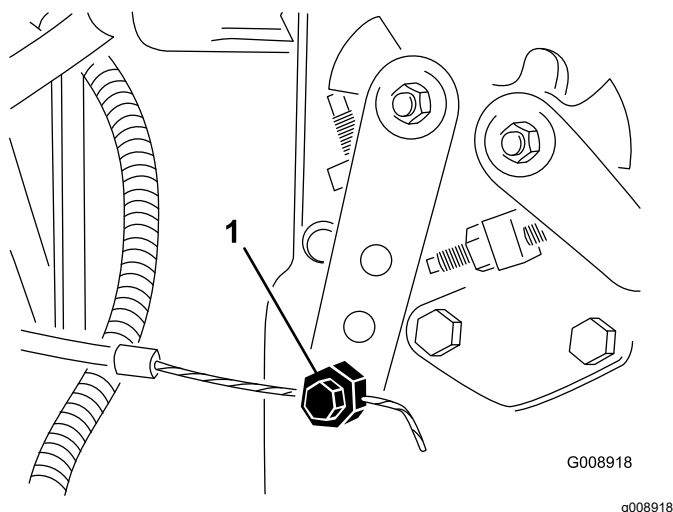

Figura 87
4. Slăbii conectorul cablului manetei de acceleraie de pe braul manetei pompei de injecie (Figura 87).